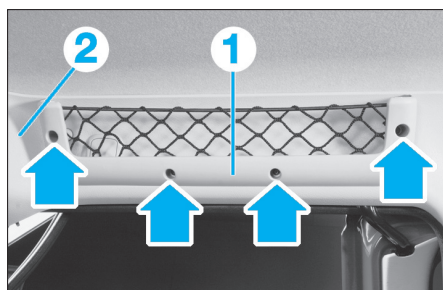

FIG. 48
- Déposer (Fig.48) :
- le panier-filet (1),
- la garniture (2) du rail supérieur.